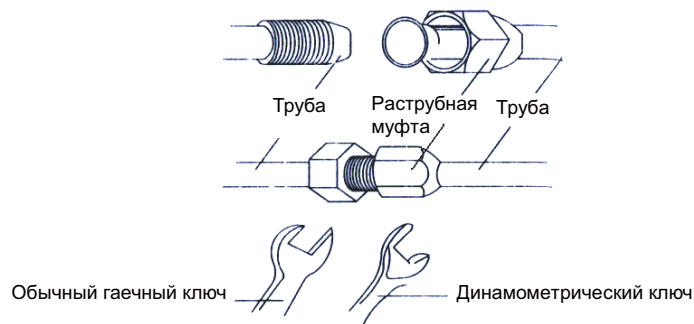

Рис. 6
- 3) Затем затянуть соединение с помощью динамометрического ключа (см. рис. 6).